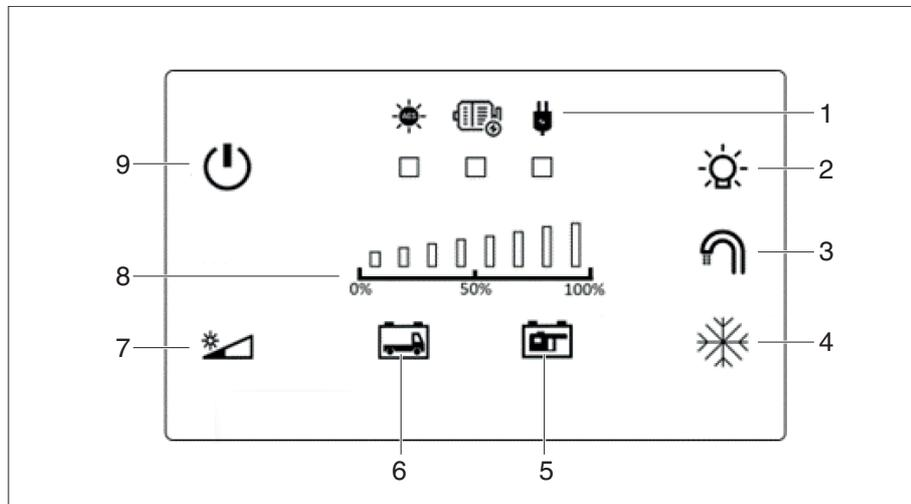

Bild 59 Bedienpanel D110
Das Bedienpanel zeigt über Signal-LEDs (Bild 59,1) an, mit welcher Stromquelle die Wohnraumbatterie geladen wird.
Die Power-Taste (Bild 59,9) dient zum Ein- und Ausschalten des Bedienpanels. Die Beleuchtung ist standardmäßig auf mittlere Helligkeitsstufe eingestellt und kann durch einfaches Betätigen der Dimmtaste (Bild 59,7) manuell angepasst werden. Unabhängig von der eingestellten Helligkeitsstufe wird die Beleuchtung bei Inaktivität abgedunkelt und durch Drücken einer beliebigen Taste wieder aktiviert. Dabei wird die zuletzt verwendete Helligkeitsstufe beibehalten. Die Dimmtaste (Bild 59,7) leuchtet immer gelb, außer im Nachtmodus.
Durch Drücken und Halten der Dimmtaste (Bild 59,7) wechselt das Bedienpanel in den Nachtmodus. Nur noch die Dimmtaste ist schwach rot beleuchtet, um die Verwechslung mit einem ausgeschalteten Bedienpanel zu vermeiden.
Bei sehr niedrigen Batteriespannungen blinken die Kontrolltaste (Bild 59,5) und (Bild 59,6) am Bedienpanel.
- Kontrolltaste (Bild 59,5) betätigen.
Der Ladezustand der zugehörigen Batterie wird auf der LED-Kontrollanzeige (Bild 59,8) angezeigt.
| Starterbatterie | Kontrolltaste (Bild 59,6) blinkt weiß |  Starterbatterie laden |
| Wohnraumbatterie | Kontrolltaste (Bild 59,5) blinkt rot |  Wohnraumbatterie laden |
Bei einer sehr geringen Batteriespannung der Starterbatterie blinkt die zugehörige Kontrolltaste (Bild 59,6) am Bedienpanel weiß. Ist das Fahrzeug mittels Solar- oder Landstrom verbunden, gewährleistet die E-Box eine Ladungserhaltung der Starterbatterie. Zum vollständigen Laden der Batterie muss das Fahrzeug bewegt werden, damit die Ladung über die Lichtmaschine erfolgen kann.
Bei einer geringen Batteriespannung der Wohnraumbatterie blinkt die zugehörige Kontrolltaste (Bild 59,5) am Bedienpanel rot. Wird die Wohnraumbatterie nicht geladen, sinkt die Batteriespannung weiter. Bei Erreichen eines für die Batterie kritischen Werts greift der Batterieschutz.